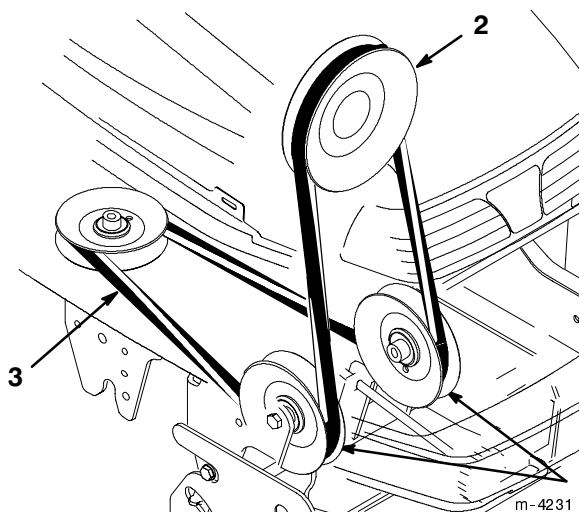

Figure 11
- Mettre l'extrémité de la courroie en place dans la gorge de la poulie de PdF (Fig. 11) après s'être assuré que la courroie est bien en place sous les poulies de renvoi de la boîte.